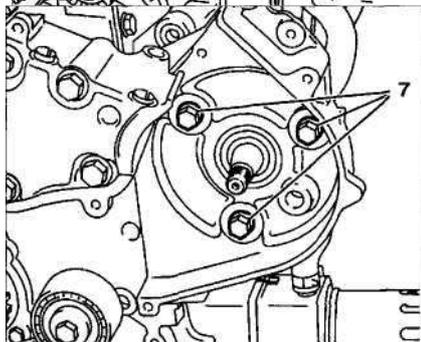

Рис. 7.50. Открутите болты 7 и снимите топливный насос.
7. Открутите болты 7 и снимите топливный насос (рис. 7.50).